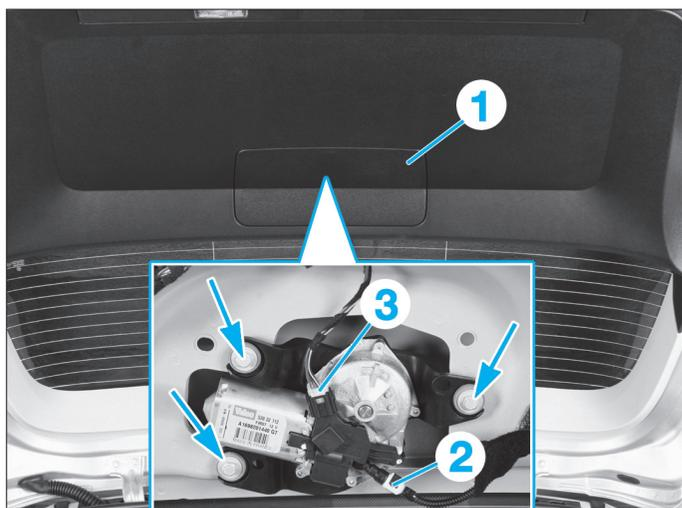

FIG. 69
- Déposer la trappe (1) (Fig.69).